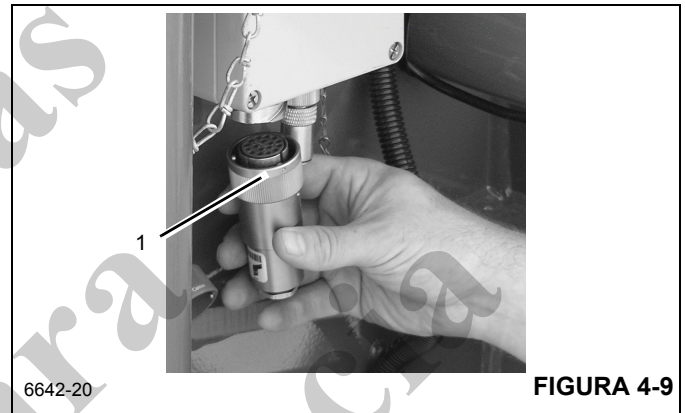

FIGURA 4-9
- b. Remova o plugue falso (1) (Figura 4-9) da caixa de ligação na extremidade da lança.